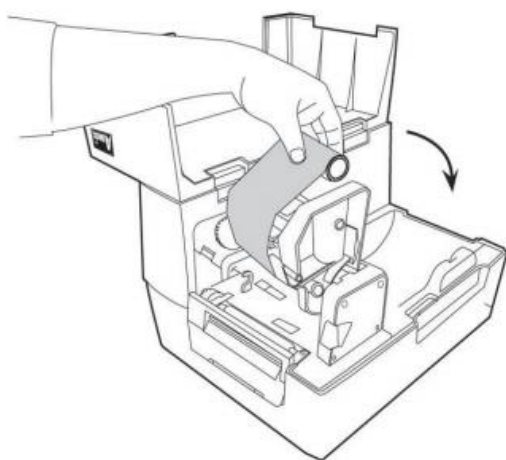
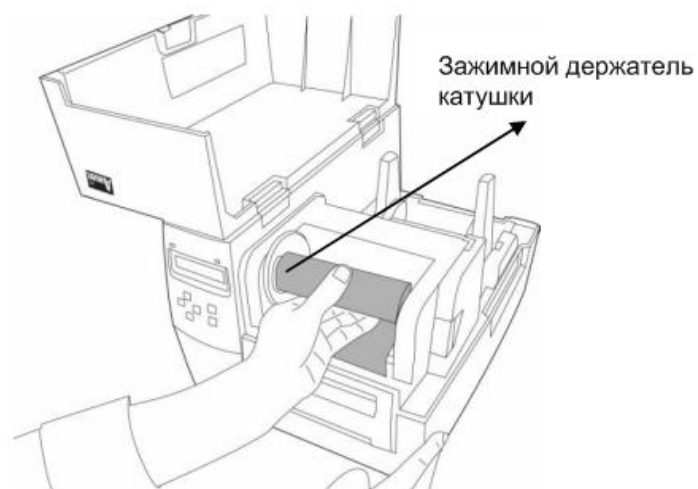

Рисунок 7-1
Рисунок 7-2
6. Установите модуль печатающей головки и вставьте пустую катушку в зажимной держатель (Рис. 7-1). Вначале вставляйте правую сторону, затем левую сторону (Рис. 7-2).